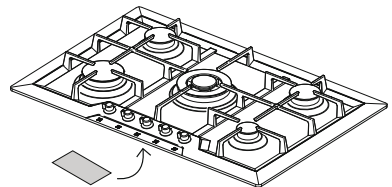

Fig.1: *posizione della targhetta di identificazione*
**La targhetta di identificazione**, con i dati tecnici, il numero di matricola e la marcatura **è visibilmente posizionata sotto il carter** [Fig.1].